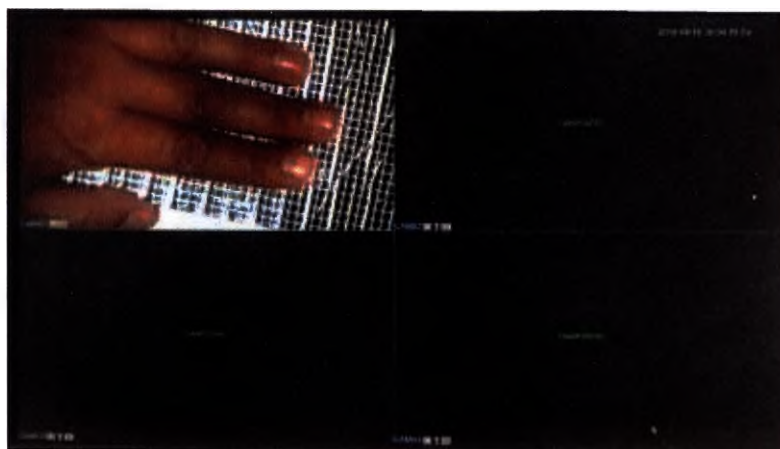

Рис. 3 – Окно выбора камеры
3.2. Далее откроется окно выбора камеры (Рис. 3).